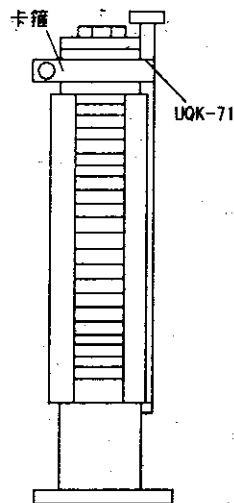

图 3
安装: 用指示器的卡箍直接卡住立管(见图 3)
● 磁性浮球液位计能外接变送器, 该变送器由传感器和转换器两部分组成, 传感器内部装若干干簧管和电阻, 当液位变化时, 输出的电阻信号发生变化, 经二次表转换成 4~20mA(DC) 输出, 可配套数显表或光柱显示表。其安装形式与 UQK-71 相同。见图 3。